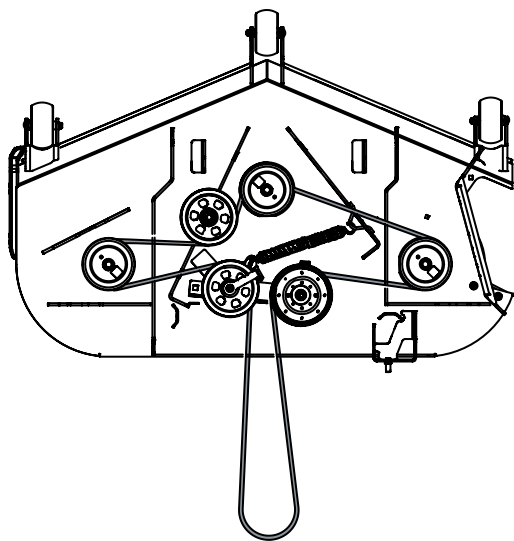

Figure 57
8. Placez la courroie comme indiqué à la Figure 57, puis serrez la quincaillerie du bras de renvoi.